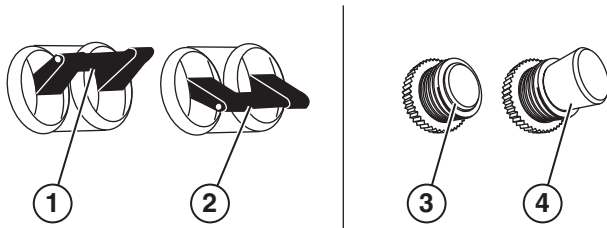

Figura 21 – Disyuntores
2. Compruebe que los disyuntores estén configurados adecuadamente (vea la *Figura 21*).